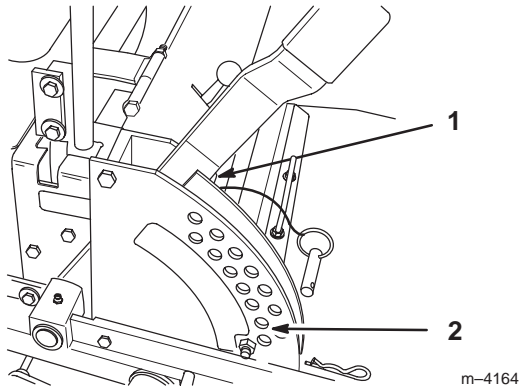

Figure 65
- Relevez le plateau de coupe en position de transport et détendez les deux grands ressorts de levage du plateau en desserrant l'écrou situé devant chaque ressort (Fig. 65).
- Placez deux cales de 38 mm d'épaisseur sous le bord inférieur arrière gauche et droit de la tondeuse. Placez une cale de 57 mm sous le bord inférieur central avant de la tondeuse. Sélectionnez la hauteur de coupe de 51 mm (Fig. 65).
- Déplacez le levier de relevage du plateau de coupe à la position de transport (Fig. 65).